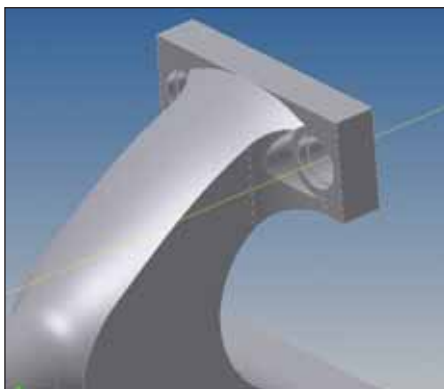

Рис. 45
60. Выбрать инструмент *Рабочая ось*  и создать ось, как показано на рис. 45.